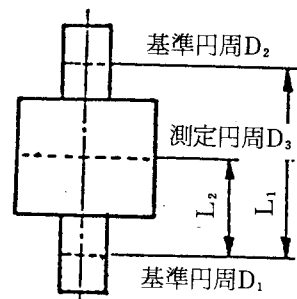

図 5-20
① 基準円周D₁の測定準備
- (1) 測定物をテーブル上に取付ける。
- (2) 図5-20の様に基準円周D₁、D₂及び測定円周D₃の位置を定める。
- (3) 測定する各円周の偏心による測定部の検出出力モニターメータの指針の振れがほとんどなくなるように、センタリング・チルチング調整を行う。